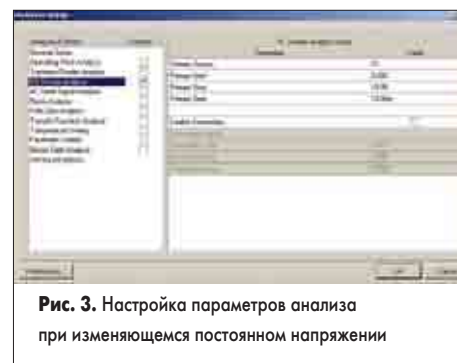

Рис. 3. Настройка параметров анализа при изменяющемся постоянном напряжении
3. В списке справа зададим параметры этого вида анализа (рис. 3): в поле Primary Source выберем источник напряжения V1, зададим значение Primary Start равное 0, Primary Stop равное 10, шаг Primary Step равным 10m и закроем окно кнопкой ОК.